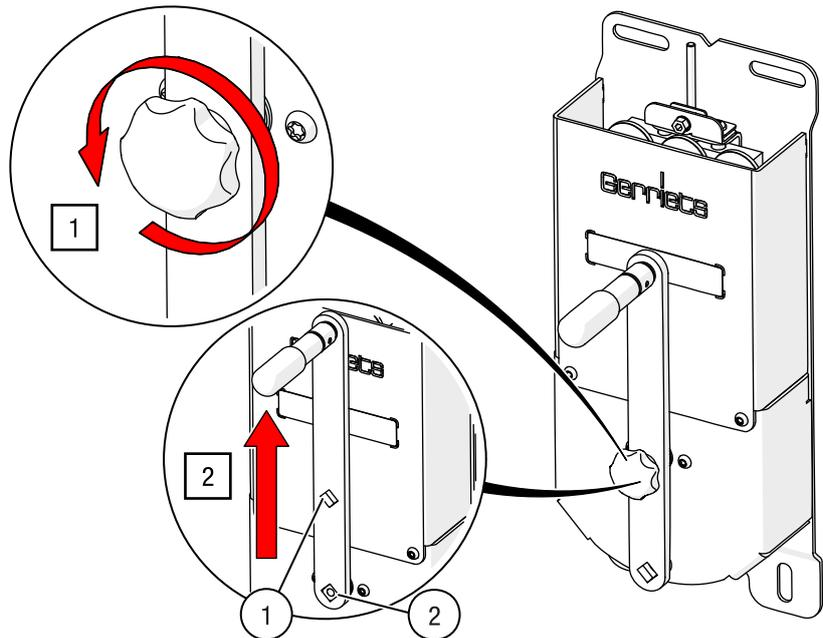

Abb. 136: HAND DRIVE – Änderung der Kurbelübersetzung
1. Drehen Sie die Befestigungsschraube der Handkurbel von der inneren Aufnahme (Pos. 1) des Kurbelarms ab und nehmen Sie den Kurbelarm von der Befestigungsstelle (siehe Abb. 136).
2. Führen Sie die äußere Aufnahme des Kurbelarms über die Befestigungsstelle (Pos. 2) und drehen Sie die Befestigungsschraube wieder handfest an (siehe Abb. 136).